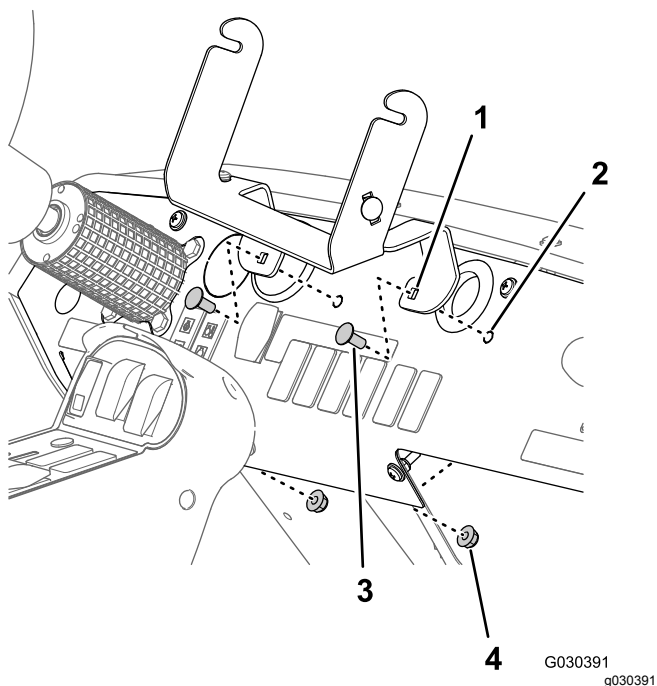

Рисунок 7
6. Отверните два каретных болта (5/16 x 3/4 дюйма) и две фланцевые контргайки (5/16 дюйма), которые крепят опорный кронштейн к приборной панели, и снимите опорный кронштейн с машины (Рисунок 7).